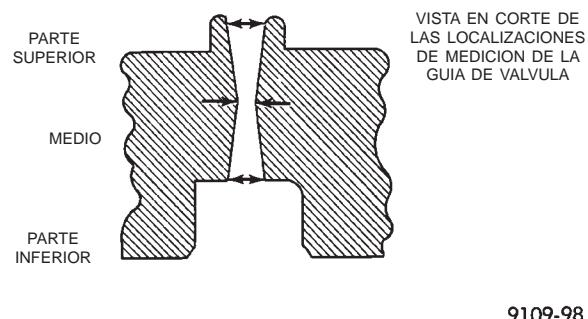

Fig. 96 Verificación del desgaste en la guía de válvula —Característico
(1) Retire los depósitos de carbón y barniz del interior de las guías de válvula con un limpiador de guías confiable.
(2) Con un calibre para orificios pequeños y un micrómetro, mida las guías de válvula en 3 partes: superior, medio e inferior (Fig. 96). Para informarse sobre las especificaciones, consulte el Cuadro de especificaciones de las guías de válvulas. Reemplace las guías si éstas no estuvieran dentro de las especificaciones.